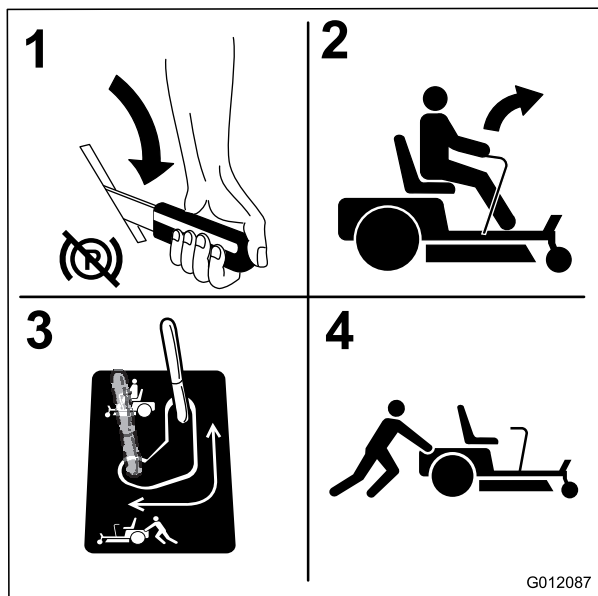

Figura 31
4. Spostate le leve by-pass indietro e poi verso il basso per bloccarle in posizione come riportato nella Figura 31 per disinserire i motori della ruota. Ripetete l'operazione su ciascun lato della macchina.
Spostate le leve by-pass nella posizione che consente di azionare la macchina (Figura 31) per innestare i motori delle ruote.